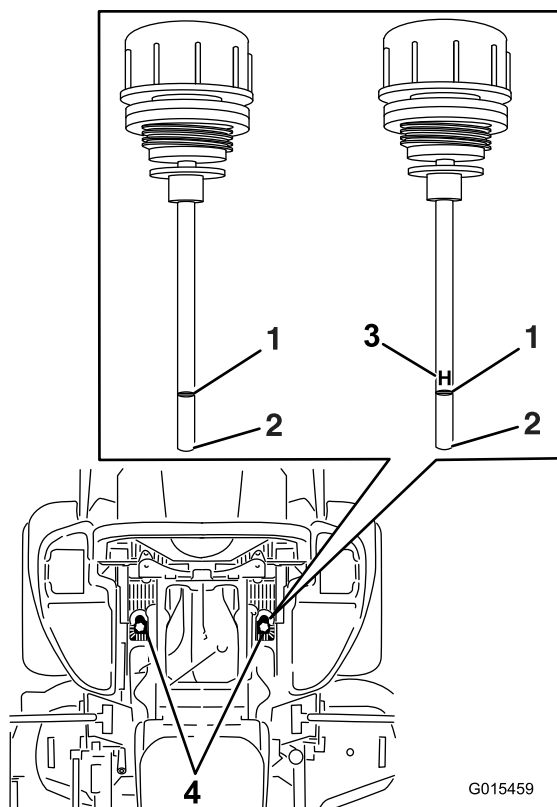

Figure 82
6. Nettoyez la surface autour des jauges des réservoirs du système hydraulique (Figure 82).
7. Sortez la jauge du réservoir hydraulique (Figure 82).
9. Ressortez la jauge et examinez l'extrémité (Figure 82). Si le niveau d'huile est au repère minimum, versez lentement la quantité d'huile qui convient dans le réservoir hydraulique pour faire monter le niveau jusqu'au repère maximum(H).